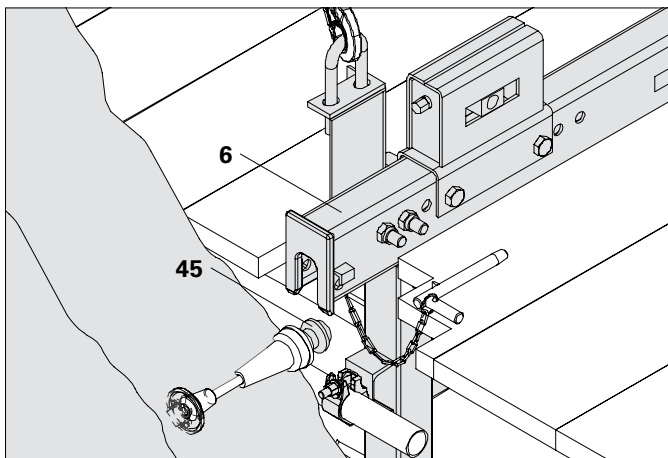

Fig. B1.21
- Il gancio di sicurezza (6.4) è stato estratto completamente? (Fig. B1.21)
(Fig. B1.21)